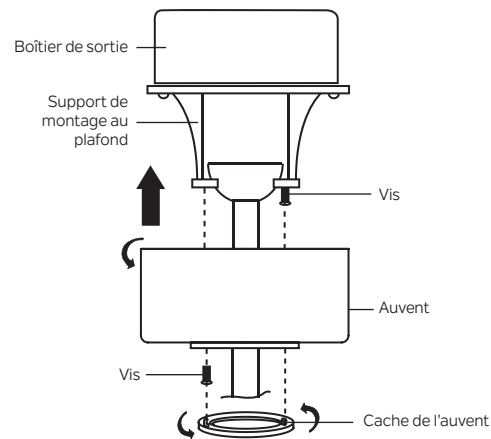

Fig. 13
Étape 2. Faites glisser l'auvent jusqu'au support de montage et placez l'une des fentes du trou de serrure sur la vis de montage du support de montage. Faites tourner l'auvent jusqu'à ce que la tête de la vis se bloque en place au niveau de la partie étroite du trou de la clé. Voir la figure 13.
REMARQUE : Ajustez les vis de l'auvent si nécessaire jusqu'à ce que l'auvent et le couvercle de l'auvent soient bien ajustés. (Fig. 13)